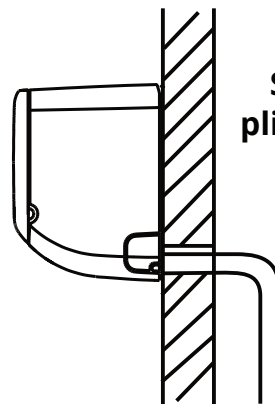

Fig. 6.3a
2. En vous basant sur l'exemple de la **Fig. 6.3a**, assurez-vous que votre tuyau de drainage fonctionne de la même manière. Les autres exemples de la **Fig. 6.3** représentent les situations que vous devez éviter lors de l'installation de votre tuyau de drainage.
Veillez à disposer le tuyau de drainage conformément à la Fig. 6.3a.